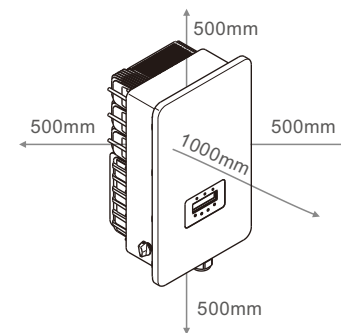

图5.2 逆变器的安装间隙
1. 按照图5.2, 挂板孔距打四个膨胀螺栓孔 (ST6.3*60 十字槽六角头自攻螺钉, HJ0108 10*50mm鱼型膨胀管), 使用10mm型号钻头的冲击钻打孔时要保持钻头与墙面垂直, 双手紧握手柄, 把握好方向, 不要摇晃, 以免破坏墙面, 造成孔倾斜。钻孔深度应为60mm。去除孔内灰尘后测量孔深, 保持孔深一致。